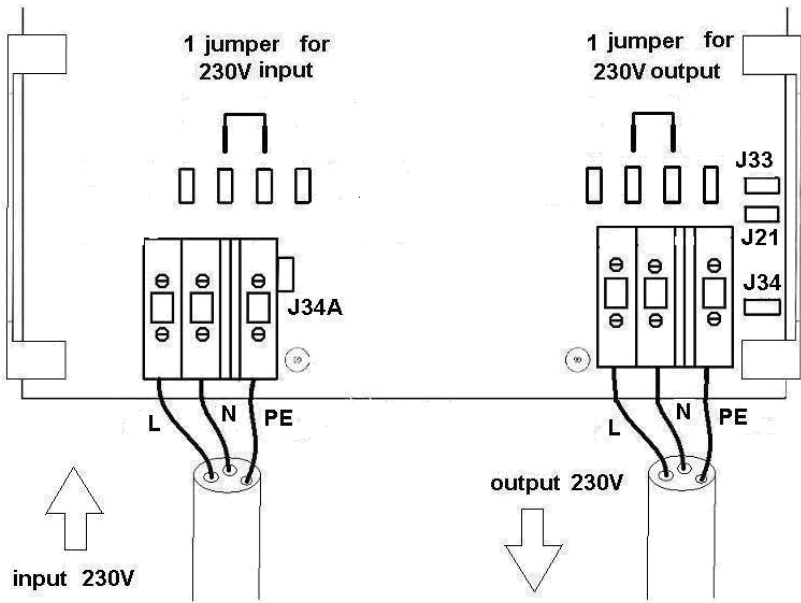

Figure 2 : configuration des cavaliers pour des tensions d'entrée et / ou de sortie 230 / 240 V
2.2.2 Pour des tensions d'entrée et/ou de sortie 230 / 240 V, configurer les cavaliers-poussoirs comme illustré à la figure 2.